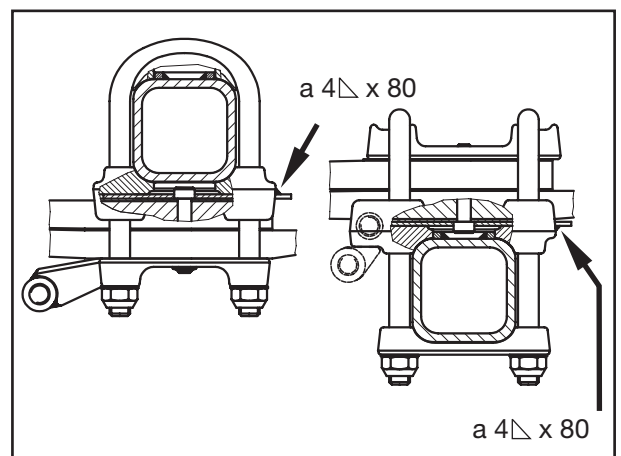

Fig. 4
- [3] Bei Einspurplatten Schweißnaht (Fig. 4/Pfeile) abschleifen und Achse ausrichten.
- [3] If tracking plates are fitted, grind off weld seam (Fig. 4/arrows) and align axle.
- [3] Si des plaques de triangulation ont été soudées, meuler le point de soudure (fig. 4/flèches) et aligner l'essieu.
[5] Einspurplatten (falls vorhanden) wieder an den Achslappen anschweißen (Fig. 4/Pfeile).
[5] Re-weld tracking plates (if fitted) to the spring pads (Fig. 4/arrows).
[5] S'il y a des plaques de triangulation, les souder aux patins de fixation (fig. 4/flèches).